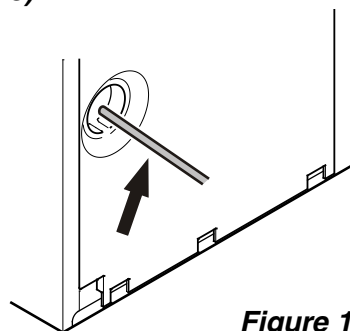

Figure 13
2. Insérer le conduit d'alimentation d'eau dans l'orifice prévu à cet effet à l'arrière de l'appareil (Figure 13).